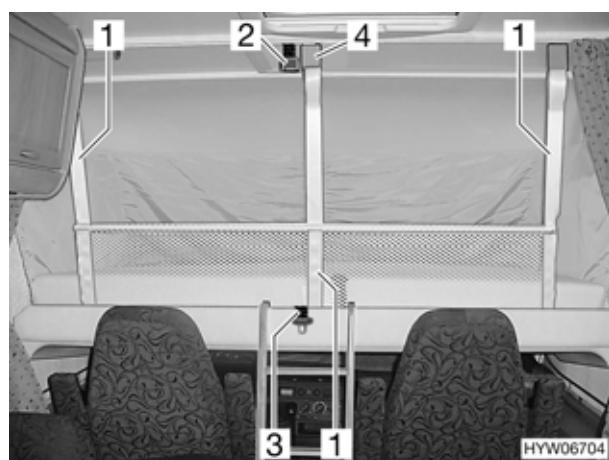

Fig. 67 Letto basculante con rete protettiva montata
- Staccare la cintura di ritegno (Fig. 67,3).
- Agganciare le cinture di ritegno (Fig. 67,1) ai ganci del soffitto (Fig. 67,4).
- Staccare le cinture di ritegno (Fig. 67,1) e sistemarle sotto il materasso.
- Assicurare il letto basculante al soffitto (Fig. 67,2) mediante la cintura di ritegno (Fig. 67,3).